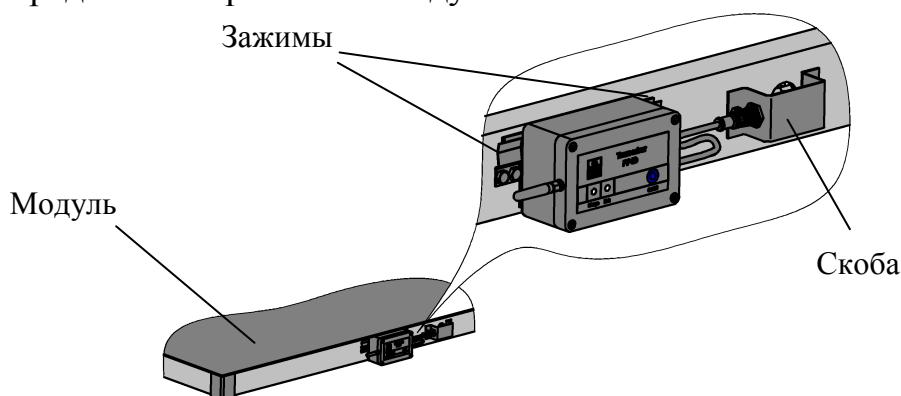

Рис. 4.3 - Установка приемопередатчика
4.1.3.2 Ввернуть antennu в корпус приемопередатчика. Установить приемопередатчик в зажимы на внешнем контуре модуля, как показано на Рис. 4.3, соединив разъем приемопередатчика с разъемом модуля.
- установить приемопередатчик в зажимы, как показано на Рис. 4.3, соединив разъем приемопередатчика с разъемом модуля.